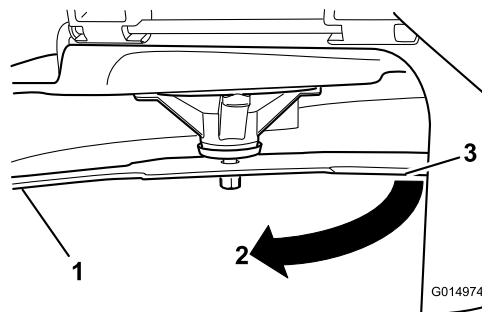

Bild 54
4. Drehen Sie dasselbe Messer um 180 Grad, sodass die andere Schnittkante jetzt in derselben Stellung ist (Bild 54).